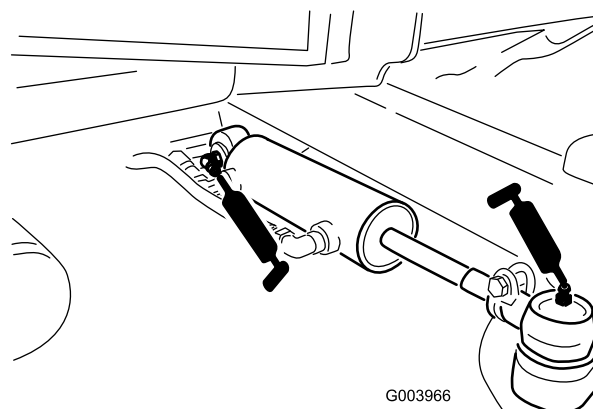

Bild 50
- Lenkzylinder-Kugelgelenke (2) (Bild 50)